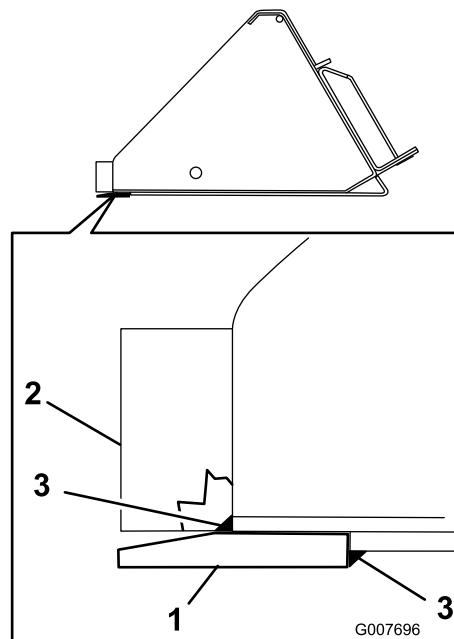

Figure 2
- Para los modelos 22422 y 22520, sujete el filo de manera que quede enserrado con los filos laterales y apretado contra la chapa de base del cucharón (Figure 2).
- Para los modelos 22422 y 22520, utilice una soldadura en ángulo de 0,5 cm (3/16 pulg.) (Figure 2).